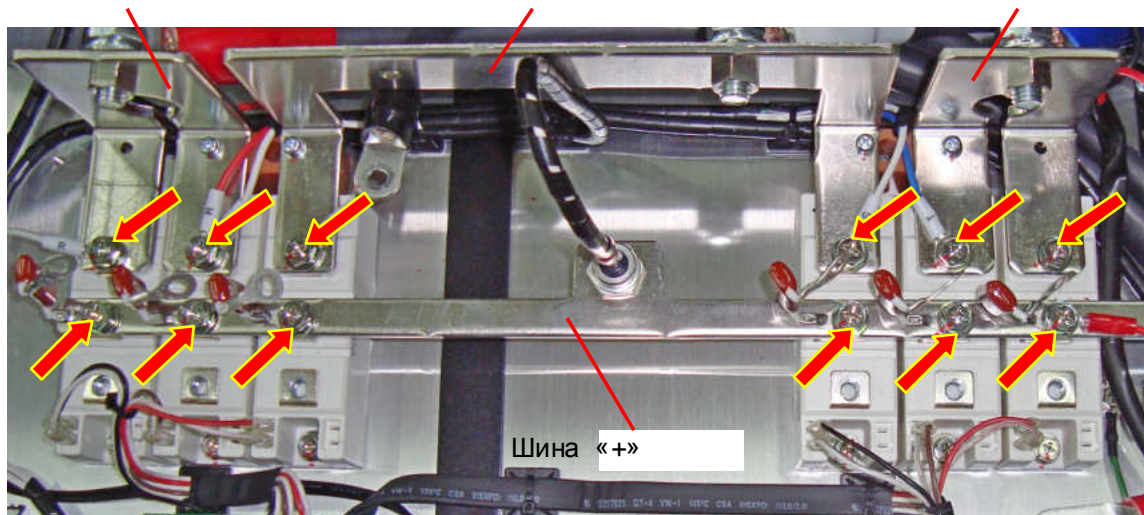

Рис. 6.29.
6.17.1. Выкрутить 6 винтов крепления шины «+» входных диодно-тиристорных модулей и балластных конденсаторов и 6 винтов крепления входных шин «R», «S», «T» (красные стрелки на рис. 6.29). Положить винты и балластные конденсаторы в тару.